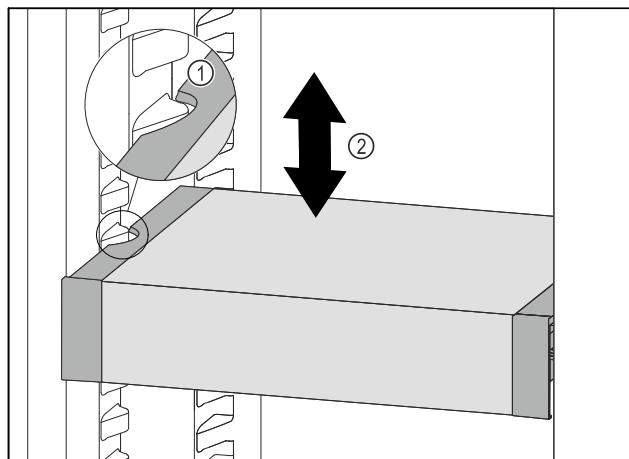

Fig. 97
- ▶ VarioSafe vucite prema naprijed sve dok se bočni otvori VarioSafe ladice ne nađu na visini žlijeba spremnika u hladnjaku. Fig. 97 (1)
- ▶ Pomičite ladicu VarioSafe u hladnjaku prema gore ili dolje sve dok ne dosegnete željenu visinu. Fig. 97 (2)